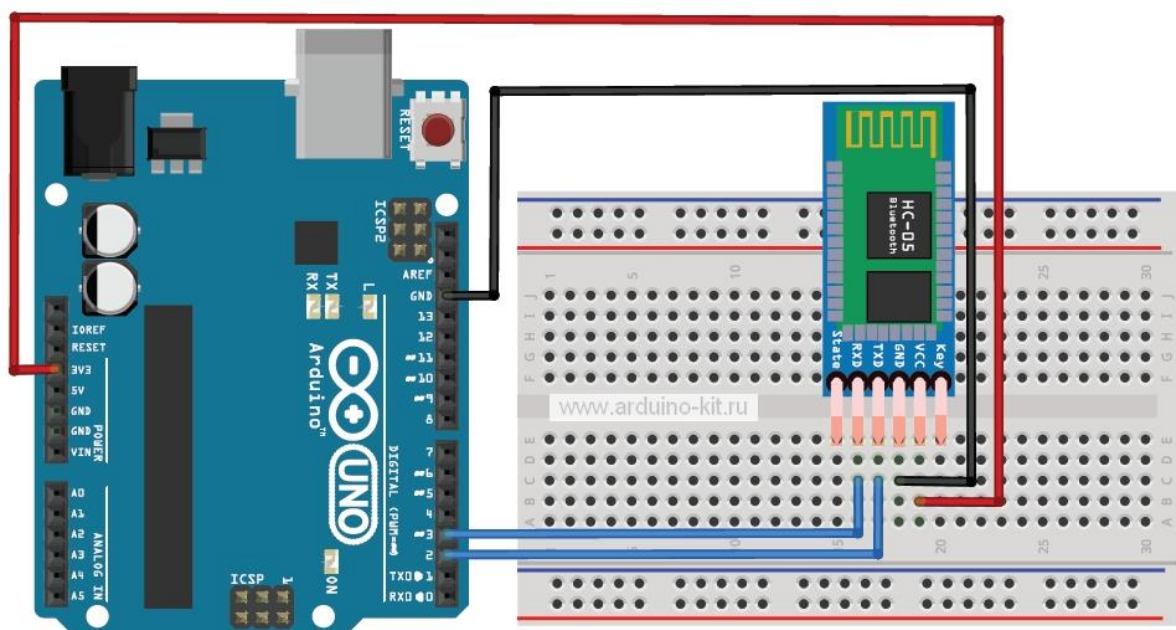

Рис. 31.1. Схема подключения модуля HC-05 к плате Arduino
Чип поддерживает спецификацию Bluetooth v2.0 + EDR, AT-команды, может работать в режиме Master или Slave, поддерживает скорость обмена от 2400 до 1 382 400. Напряжение питания модуля составляет 3,3 В, ток потребления ~50 мА, что позволяет питать его от вывода Arduino +3,3 В. Для программирования модуля с помощью AT-команд необходимо на вывод P1011 подать +3,3 В. Подключим модуль к плате Arduino и рассмотрим простейшие AT-команды. Схема подключения показана на рис. 31.1.
1. Подключаем модуль HC-05 к плате Arduino по схеме на рис. 31.1. Отключаем провод, ведущий к выводу 34 модуля (PIO11), от 3,3 В.